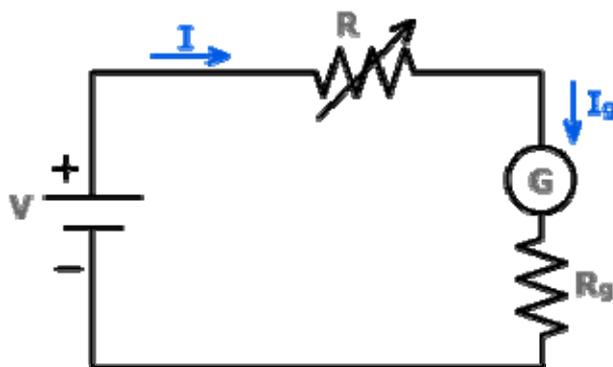

Figura 5.1
- Explique cual es la función de la resistencia R_i , en el circuito de la figura 5.1.
Si en un circuito, como el de la figura 5.1 la corriente que interesa medir es menor que I_{\max} , no es necesaria la introducción de la resistencia shunt R_{sh} .